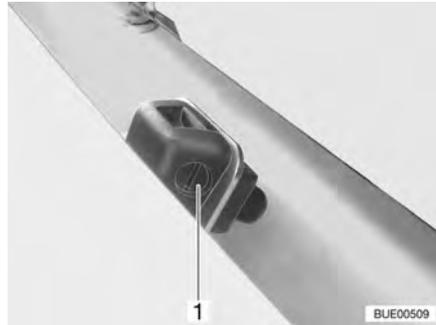

Fig. 27 Ugelli lavavetro
- Servendosi di un cacciavite appropriato, girare la vite di regolazione (Fig. 27,1) fino a raggiungere la posizione desiderata.